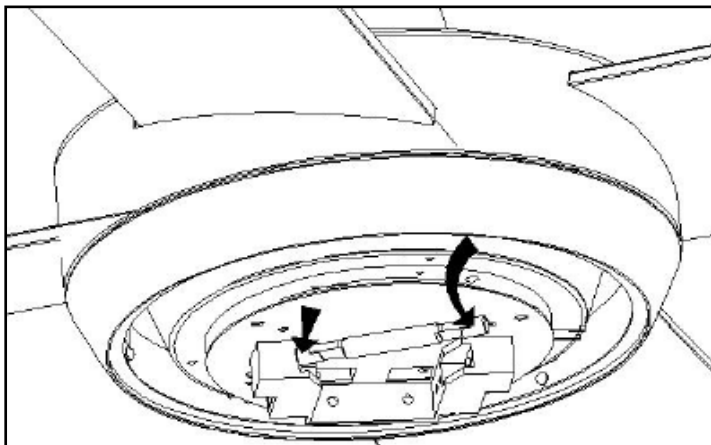

Abb. 11
- Führen Sie die Stabhalogenlampe in die Lampenbuchse ein. Abb. 11.